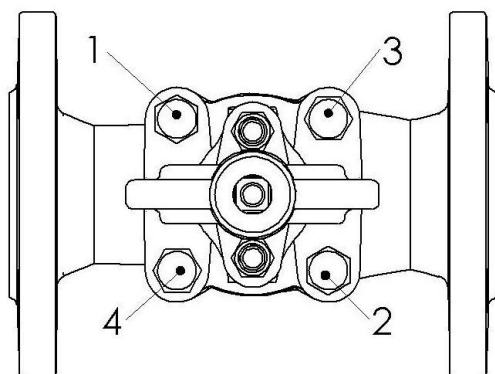

Рис. 12
- Болты нужно затягивать равномерно крест-накрест динамометрическим ключом (Рис. 12).